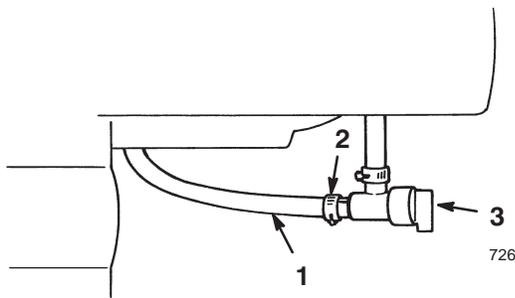

Bild 22
- **Kraftstoffhahn** (Bild 22) – Schließen Sie den Hahn, indem Sie ihn im Uhrzeigersinn drehen. Öffnen Sie den Kraftstoffhahn durch Drehen gegen den Uhrzeigersinn. Drehen Sie den Hahn zu, wenn die Schneefräse außer Betrieb genommen wird.
4. Drehen Sie den Kraftstoffhahn unter dem Kraftstofftank auf (Bild 22).
5. Drehen Sie den Kraftstoffhahn zu (Bild 22).